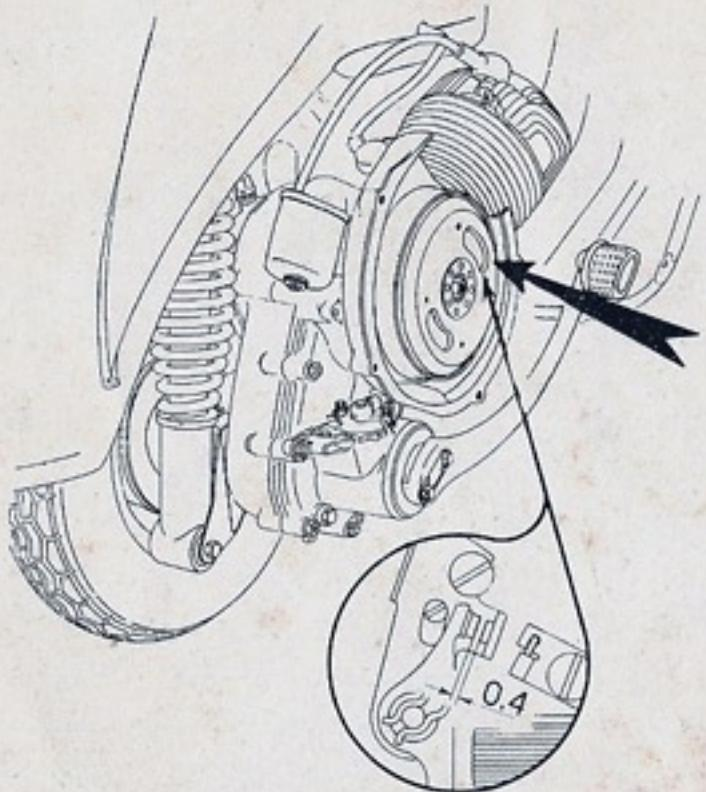

Fig. 16 - Registrazione puntine del ruttore
6) Registrare (0,4 mm.) e pulire le puntine platinate del volano magnete (fig. 16).